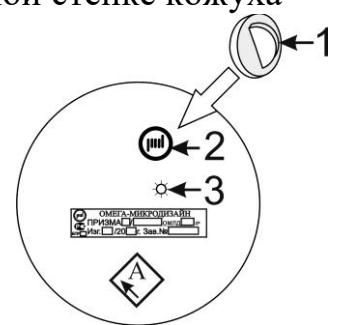

Рис. 6.8
водится из нижней части корпуса. В нижней торцевой части корпуса также размещен шарнирный стержень для крепления в юстировочном механизме. Универсальный юстировочный механизм (наконечник) входит в состав кронштейнов КВЗ-3/0,2 (0,3; 0,4; 0,5; 0,5Т) рис. 6.6 для крепления на заграждения и стены, и в состав переходного КВЗ-3/0 (см. рис.6.7) для крепления на все виды УЗК, кронштейнов и стоек, выпускаемых ГК «Омега-микродизайн». Для установки блока БПРМ (БПРД) на кронштейне КВЗ-3/0 (0,2; 0,3; 0,4; 0,5; 0,5Т) необходимо выкрутить зажимной болтна наконечнике до освобождения места под шарнирный стержень, затем установить в его паз шарнирный стержень и затянуть болт до жесткого закрепления шара стержня в пазе. Имеется возможность визуального контроля БПРД с помощью встроенного светодиодного индикатора 3 и прилагаемого в комплекте поставки извещателя магнита 1 (см. рис. 6.8). На тыльной стенке кожуха нанесено наименование блока и заводской номер. На тыльной стенке БПРМ расположен двухцветный индикатор для визуального контроля извещателя. Ромб (квадрат) обозначенный «А» на тыльных стенках БПРМ и БПРД указывает на ориентацию антенны в блоке и соответственно на ее поляризацию (□ - вертикальная или горизонтальная, ◇ - наклонная ~ 45°). Графическое изображение ромба (квадрата) обозначенное «А» на тыльных стенках БПРМ и БПРД указывает
6.3.3.1 На тыльной стенке кожуха БПРД имеется окно светодиода 3, для визуального контроля к фирменному значку 2 на тыльной стороне БПРД необходимо приложить и удерживать магнит 1 (см. рис.6.8). При нормальной работе БПРД, светодиод мигает с периодом 1 сек. На тыльной поверхности БПРМ расположен двухцветный индикатор. В тревожном режиме индикатор мигает 8 раз.